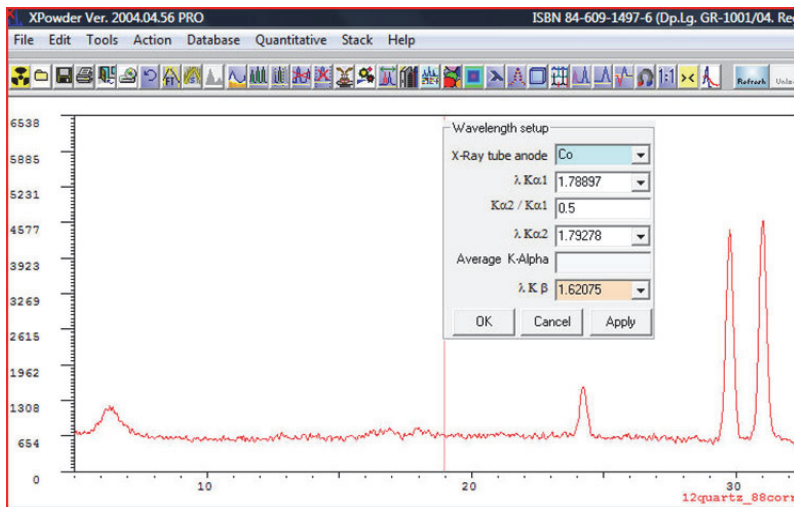

图 C-4 结果屏幕和波长设置对话框
4. 点击**Open**（打开），显示XPowder的主屏幕及叠放在屏幕上的**Wavelength setup**（波长设置）对话框（参见第91页的图 C-4）。